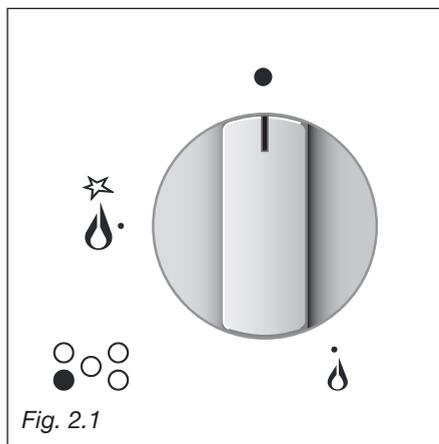
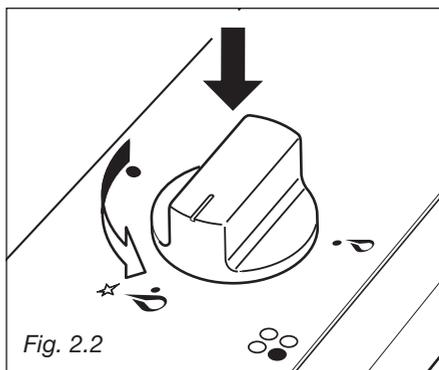

Fig. 2.1
Fig. 2.2
L'arrivée du gaz dans les brûleurs est commandée par le bouton illustré sur la fig. 2.1 qui commande les robinets munis d'une fermeture de sûreté.
- 1 – Faire tourner la manette du robinet (fig. 2.1) dans le sens contraire des aiguilles d'une montre (fig. 2.2), pour arriver sur la position correspondant au débit maximum (grande flamme ) , appuyer sur la manette et la maintenir appuyée jusqu'à ce que l'allumage se fasse.